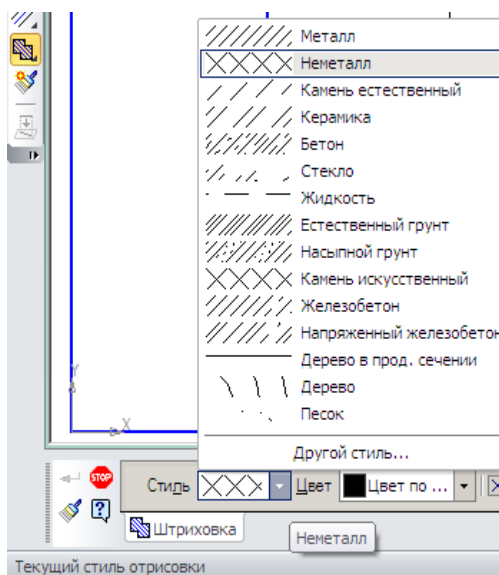

Рис. 14
- 2) Для смены стиля штриховки в поле «*Текущий стиль*» выберите стиль «*Неметалл*» (рис. 14).